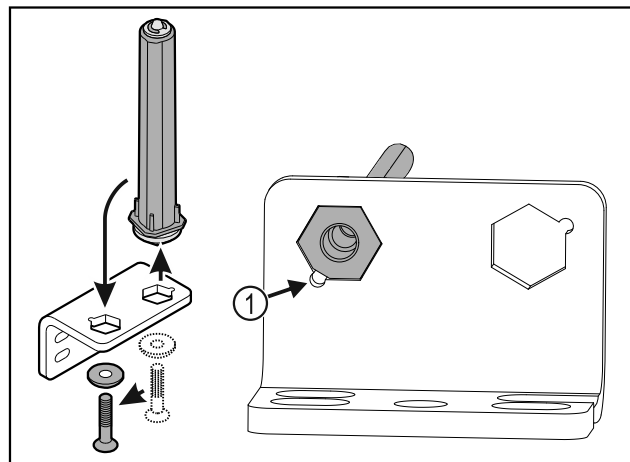

Fig. 31
- ▶ Βεβαιωθείτε ότι κατά την τοποθέτηση η λοξοτομή του πείρου είναι στραμμένη Fig. 31 (1) προς τη στρογγυλή οπή.